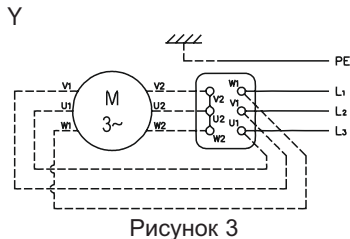
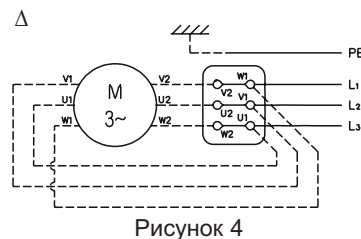

Рисунок 3
Рисунок 4
- Для трехфазной модели после подключения к зажимной коробке токоподводящего кабеля звездой (Рис. 3) или треугольником (Рис. 4) проверьте, смотря на электронасос со стороны двигателя, что вентилятор вращается по часовой стрелке. В противном случае (т. е. при вращении против часовой стрелки) поменяйте местами два из трех проводов на монтажной колодке двигателя.